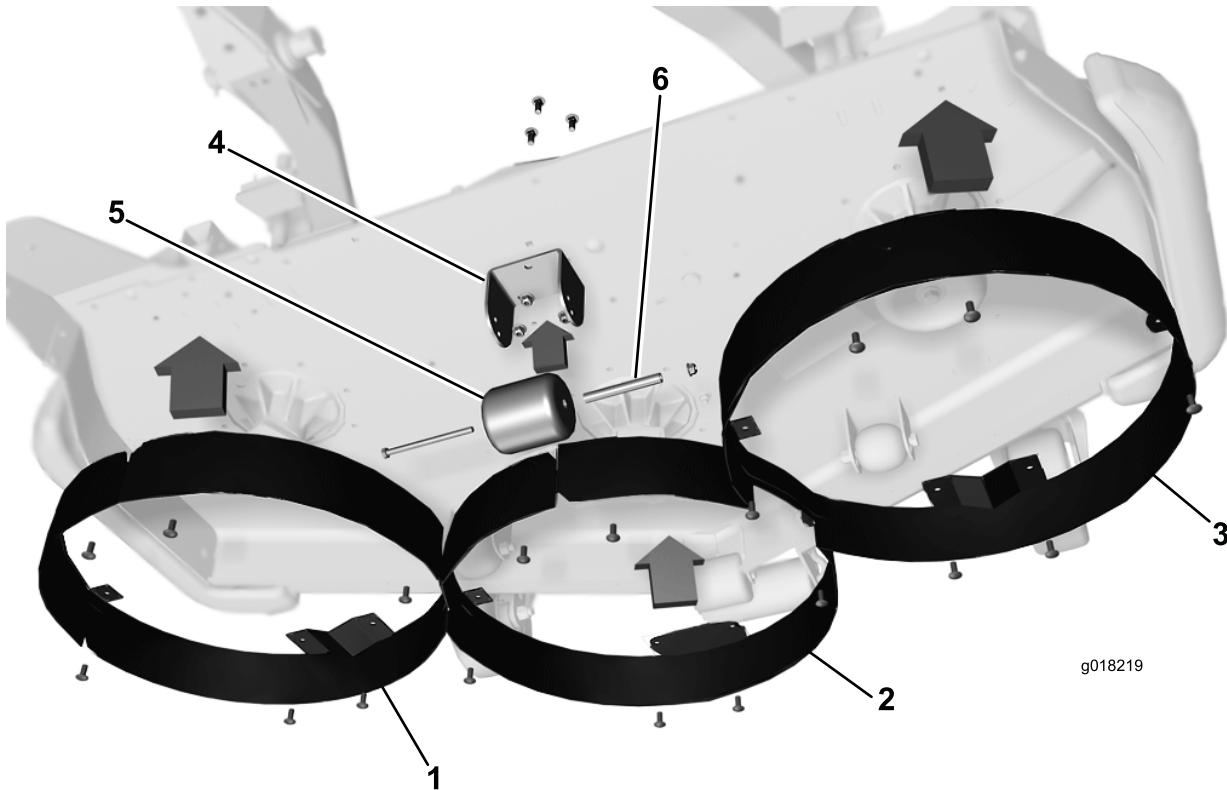

図 1
3. デッキの下に、右側チェンバ、中央チェンバ、左側チェンバを、図 1 のように取り付け穴を揃えて並べる図は 62" モア
- 5. キャリッジボルト5/16 x 3/4"とナットで各チェンバをデッキに固定する。ナットがデッキの外側になるように取り付けること図1。
- 8. デッキ裏側に、ローラブラケットを取り付けるキャリッジボルト5/16 x 1"3本とナットを使用する図1。